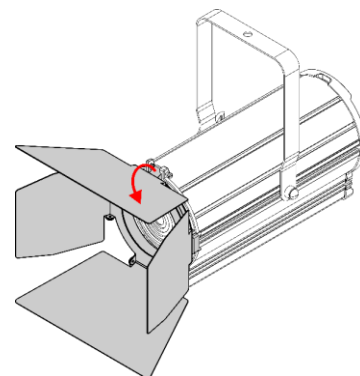

Fig. 10
- 03) Tirez le **clip pour cadre de couleur (02)** vers le bas pour libérer la **vis à ressort (01)** (voir fig. 10). Le volet est verrouillé en position.